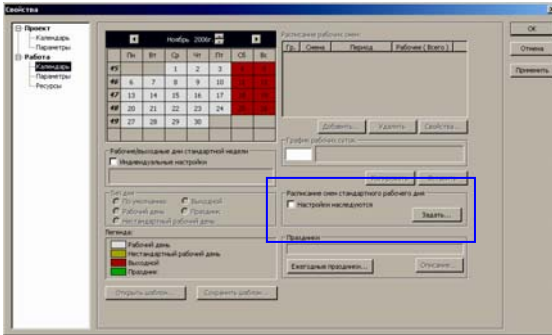

Рис. 3.5. Диалоговое окно «Свойства», календарь работы.
1. В группе «Расписание смен стандартного рабочего дня» снимите флаг «Настройки наследуются» (рис. 3.5) и нажмите кнопку «Задать».